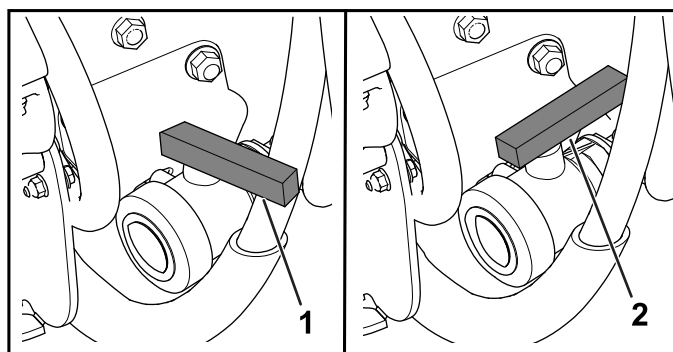

Figura 77
3. Abra a válvula para drenar todo o material não utilizado do depósito (Figura 77).
4. Feche a válvula de drenagem (Figura 77).